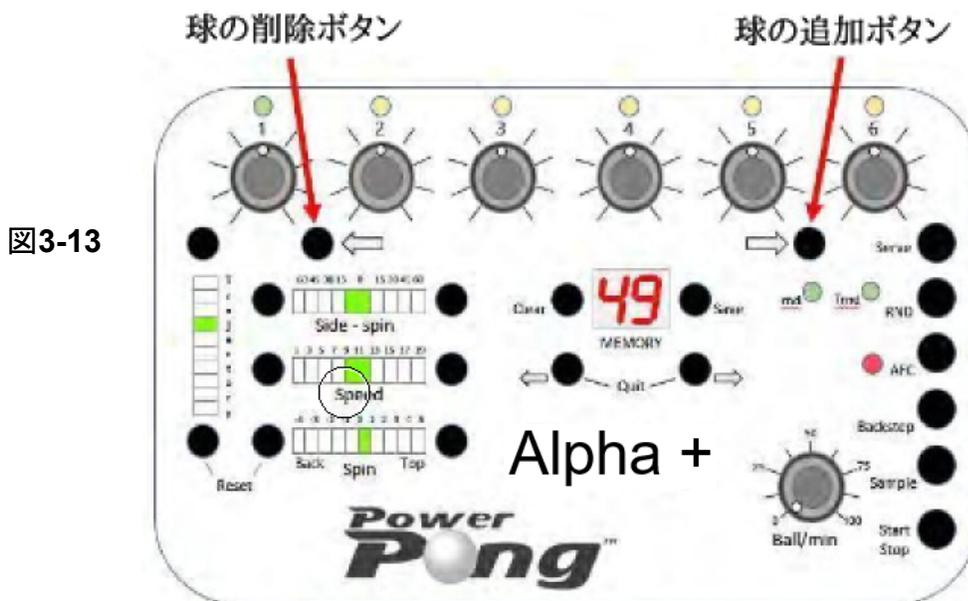

図3-13
3.5.1 球の追加ボタン(図 3-13)
3.5.2 球の削除ボタン (図 3-13)